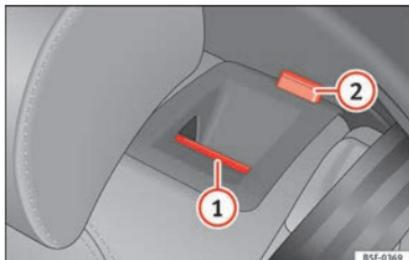

Fig. 111 Sullo schienale del sedile posteriore: tasto di sblocco ①; tacca rossa ②.
- Tirare il tasto di sblocco » fig. 111 ① in avanti e, contemporaneamente, abbattere lo schienale.
- Lo schienale posteriore è sbloccato quando si vede la tacca rossa sul tasto ②.
Lo schienale posteriore è sbloccato quando si vede la tacca rossa sul tasto » fig. 111 ②.